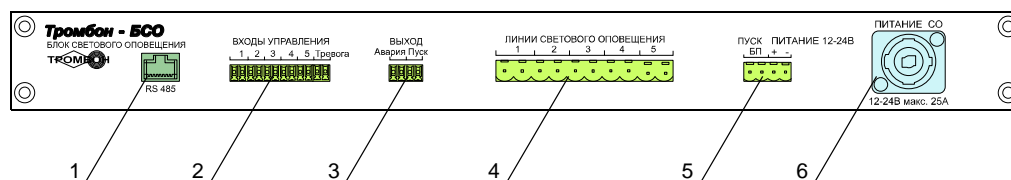

Рис. 2 Эскиз задней панели Блока
– Подключение к прибору управления «Тромбон – ПУ-ХХ» или автоматической установке пожарной сигнализации (АУПС). Для подключения используются клеммы «ТРЕВОГА» разъема «ВХОДЫ УПРАВЛЕНИЯ» (рис. 2, поз. 2). Данные клеммы необходимо подключить к выходу «ПУСК» прибора управления или к релейному выходу АУПС. Полярность подключения значения не имеет. Схема подключения приведена в приложении 1.
Для подключения выключателей используются клеммы «1, 2, 3, 4, 5» разъема «ВХОДЫ УПРАВЛЕНИЯ» (рис. 2, поз. 2).